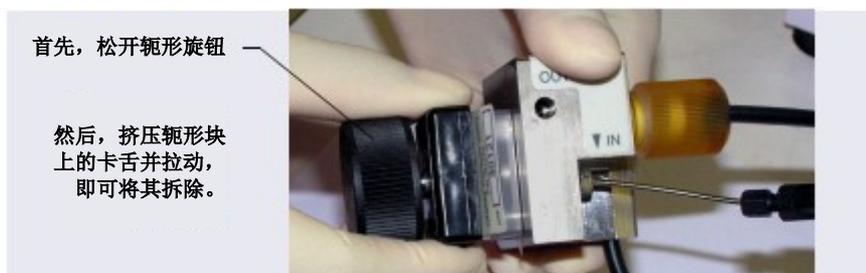

图 10-60. 拆卸 ED 池（分析型 IC 配置用 ED 池如图所示）
2. 通过拧松轭形旋钮两到三圈，松开轭形块上的轭形旋钮（见图 10-60）。
3. 挤压轭形块侧面的卡扣，然后从工作电极上拉出轭形块和旋钮（见图 10-60）。